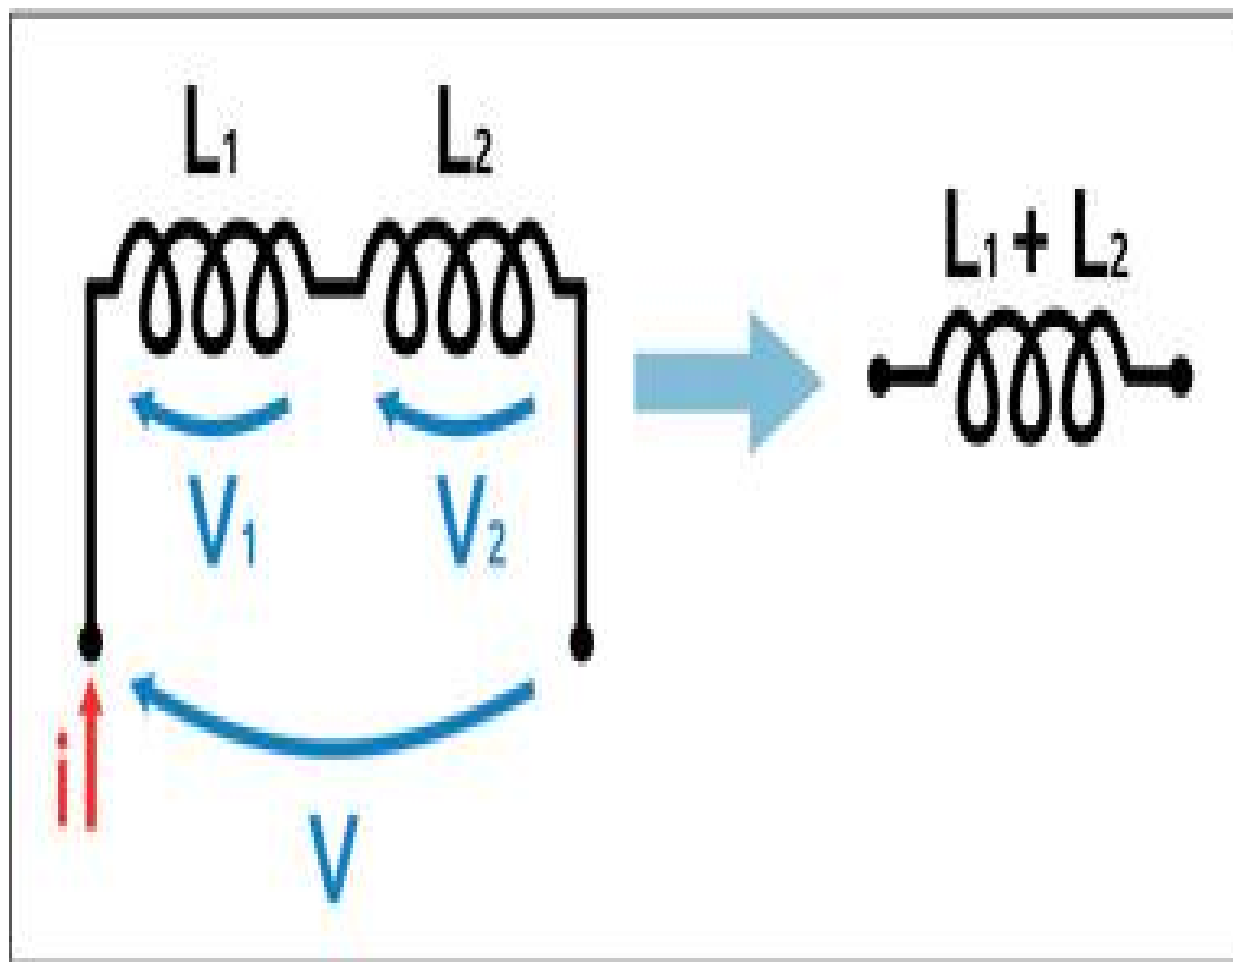

Figura 2.55 – Inductores en serie atravesados por la misma corriente.
En la figura 2.55 tenemos dos inductancias conectadas en serie: la tensión aplicada a ambas (V) se divide entre cada uno de los componentes V_1 y V_2 , y ambas inductancias son atravesadas por la misma corriente I . Así, podemos escribir la igualdad: